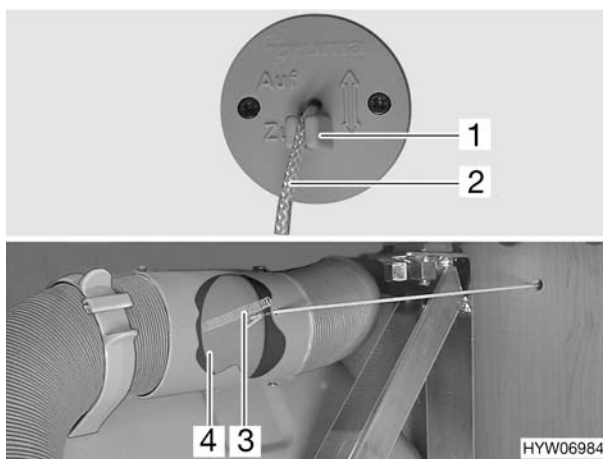

Fig. 143 Impostazione riscaldamento
La distribuzione dell'aria calda per la mansarda può essere aperta e chiusa mediante l'impostazione riscaldamento (Fig. 143).
- Tirare in fuori la cordicella (Fig. 143,2) finché non si incontra una leggera resistenza e fissare la cordicella nel fermo (Fig. 143,1).
Lo sportello (Fig. 143,4) è chiuso.
- Sganciare la cordicella (Fig. 143,2) dal fermo (Fig. 143,1) e riportarla lentamente nella posizione originaria.
Lo sportello (Fig. 143,4) viene aperto dalla molla (Fig. 143,3).